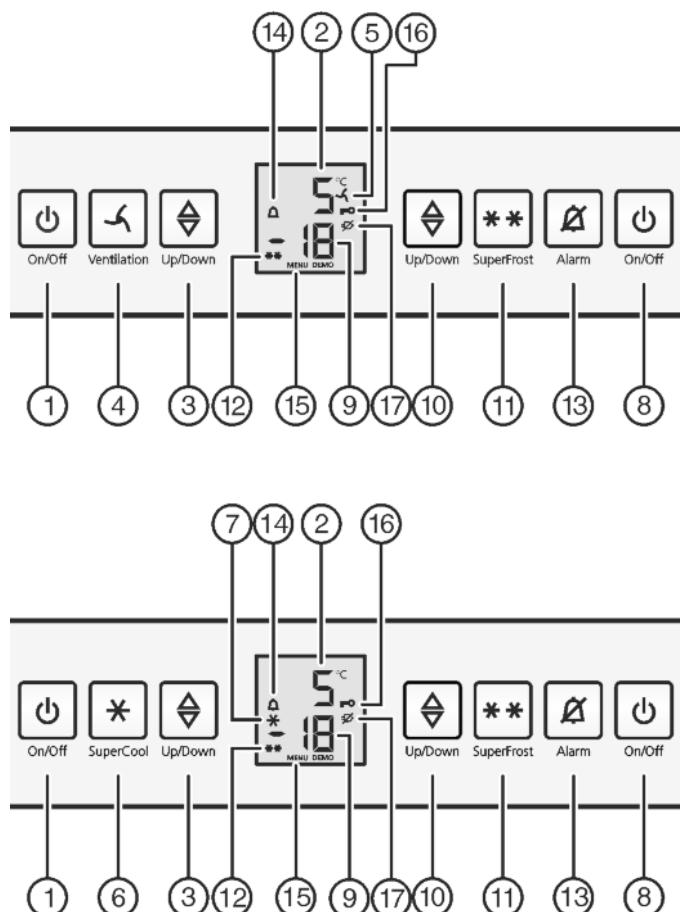

Fig. 2
- ▶ Activer le mode de réglage : appuyer sur la touche SuperFrost Fig. 2 (11) pendant env. 5 secondes.
- ▷ Le symbole Menu Fig. 2 (15) apparaît dans l'affichage.
- ▶ Confirmez en appuyant brièvement sur la touche SuperFrost Fig. 2 (11).
- ▷ Le symbole Sécurité enfants Fig. 2 (16) s'allume dans l'affichage.
- ▶ Appuyer brièvement sur la touche On/Off du compartiment congélateur Fig. 2 (8).
- ▷ Le symbole Sécurité enfants Fig. 2 (16) s'éteint.
L'affichage de la température clignote en même temps que le symbole Alarme Fig. 2 (14).
- ▶ Appuyer sur la touche On/Off du compartiment congélateur Fig. 2 (8).
- ▶ Appuyer sur la touche On/Off du compartiment réfrigérateur Fig. 2 (1).
L'avertisseur sonore s'éteint automatiquement et le symbole Alarme Fig. 2 (14) et l'affichage de température arrêtent de clignoter lorsque la température est de nouveau suffisamment froide.
- ▶ Appuyer sur la touche Alarme Fig. 2 (13).